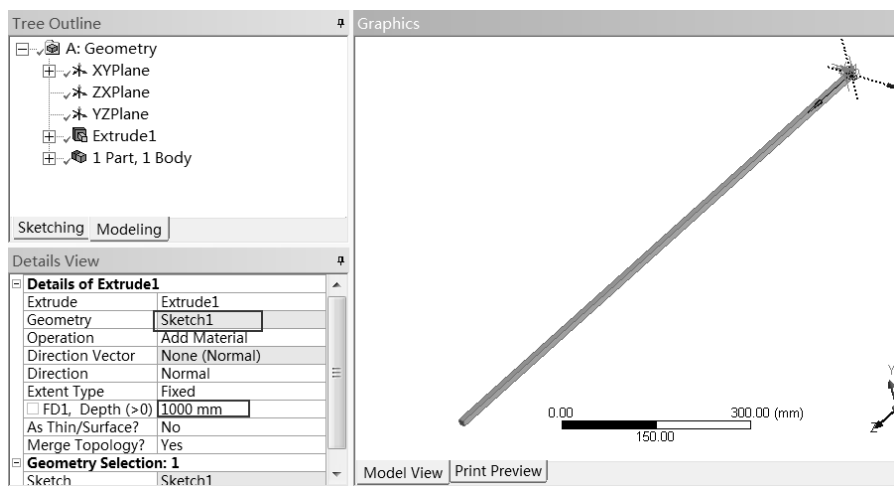

图 9-9 生成实体
Step7: 单击工具栏中的 Extrude 按钮生成实体，如图 9-9 所示，在 Details View 面板中做如下设置。